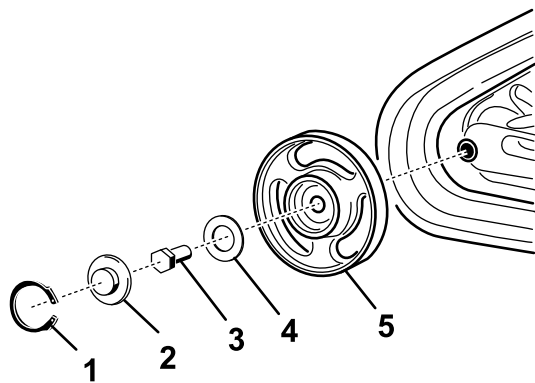

Рисунок 48
**Примечание:** Возможно потребуется снять передний наружный опорный каток. Для демонтажа опорного катка снимите упорное кольцо и колпачок с центра катка (Рисунок 48). Затем извлеките из центра катка болт и прокладку и снимите каток с машины.